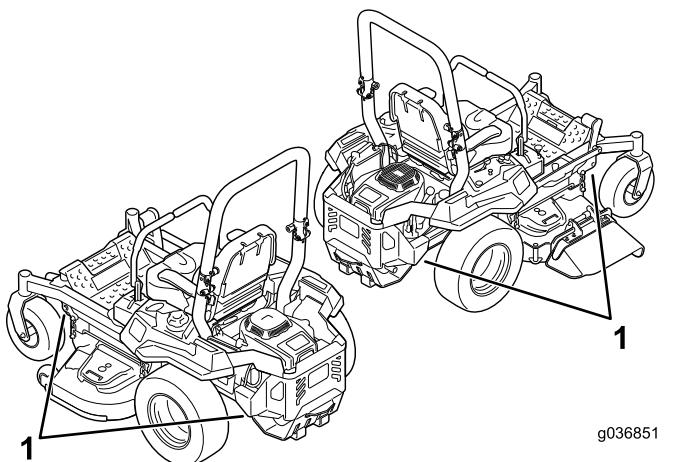

Figura 35
5. Utilice los puntos de amarre metálicos de la máquina para sujetar la máquina firmemente al remolque o al camión con correas, cadenas, cables o cuerdas (Figura 35).